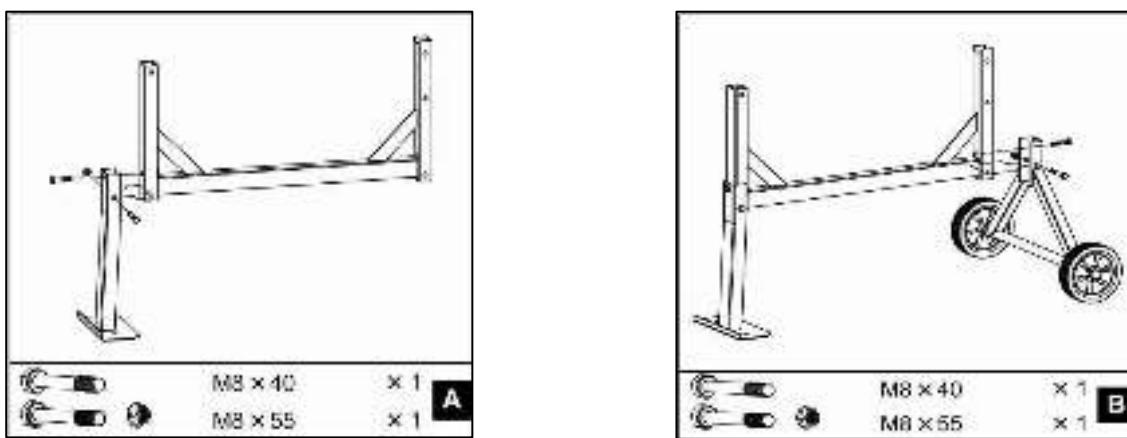

Рис.4,5
Присоедините к поперечной балке (7) передний кронштейн (1) как показано на рис.4. Вставьте в отверстия два болта M8x40(БМ-63),M8x70(БМ-125,160,180,200) с шайбами и накрутите гайки с другой стороны. Также заверните болт M8x55(БМ-63),M6x30(БМ-125,160,180,200) с шайбой в гайку в раме. Затяните плотно гаечным ключом.